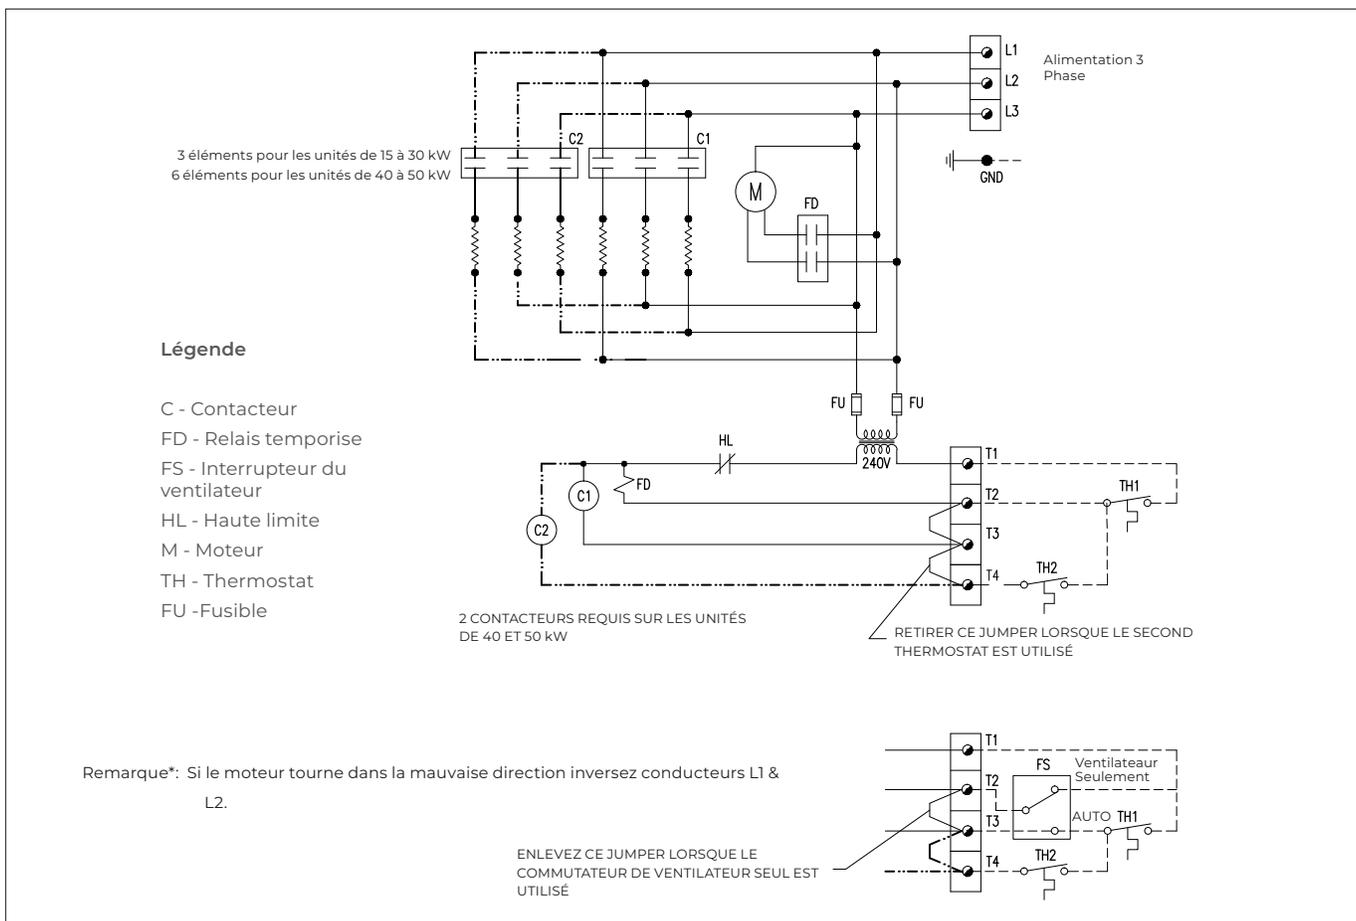

Figure 2 – 480V et 600V avec commandes.
1. Assurez-vous que rien n'obstrue l'entrée ni la sortie d'air de l'aérotherme. Référez-vous à la Figure 1 et Figure 2, page 20, pour les dégagements minimaux d'installation.
Si les schémas de raccordement des Figures 2 à 7, aux pages 22 à 25, ne correspondent pas à votre configuration, consulter le schéma de raccordement propre à l'appareil qui se trouve à l'intérieur du panneau de commande. Sinon, tous les schémas de raccordement sont accessibles en ligne à l'adresse www.thermon.com.
1. Pour faire fonctionner l'appareil de chauffage, s'assurer que l'alimentation électrique est correctement branchée, comme indiqué dans le schéma de raccordement (se reporter aux Figures 2 à 7, aux pages 22 à 25).
5. Pendant le fonctionnement normal, le dispositif de protection thermique ne doit pas déclencher le cycle Marche (ON) et Arrêt (OFF) de l'appareil de chauffage. Si cela se produit, vérifier si quelque chose obstrue la circulation de l'air. S'il n'y a aucune obstruction, l'appareil de chauffage doit être examiné par un technicien qualifié afin de déterminer ce qui cause le déclenchement du dispositif de protection thermique.